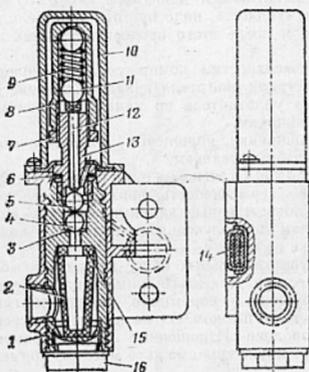

Рис. 82. Регулятор давления:
**Регулятор давления** (рис. 82) автоматически поддерживает в системе необходимое давление сжатого воздуха путем впуска воздуха в разгрузочное устройство компрессора или выпуска из него.